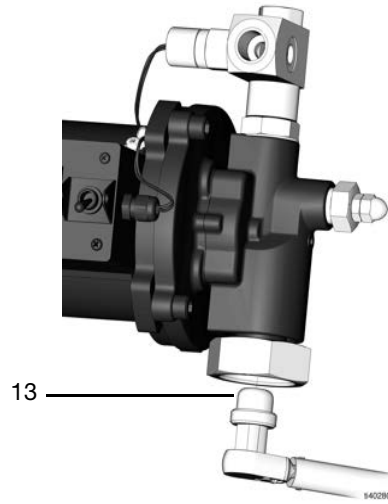

FIG. 10
7. Retire el filtro de aspiración (13) con una llave hex. de 19 mm (3/4 pulg.) de la entrada de la bomba (FIG. 10).
1. Coloque el filtro de aspiración (13) en la entrada de la bomba, usando una llave hexagonal de 19 mm (3/4 pulg.) (par de apriete de 40,7 N•m [30 lb-pie]) (FIG. 10).